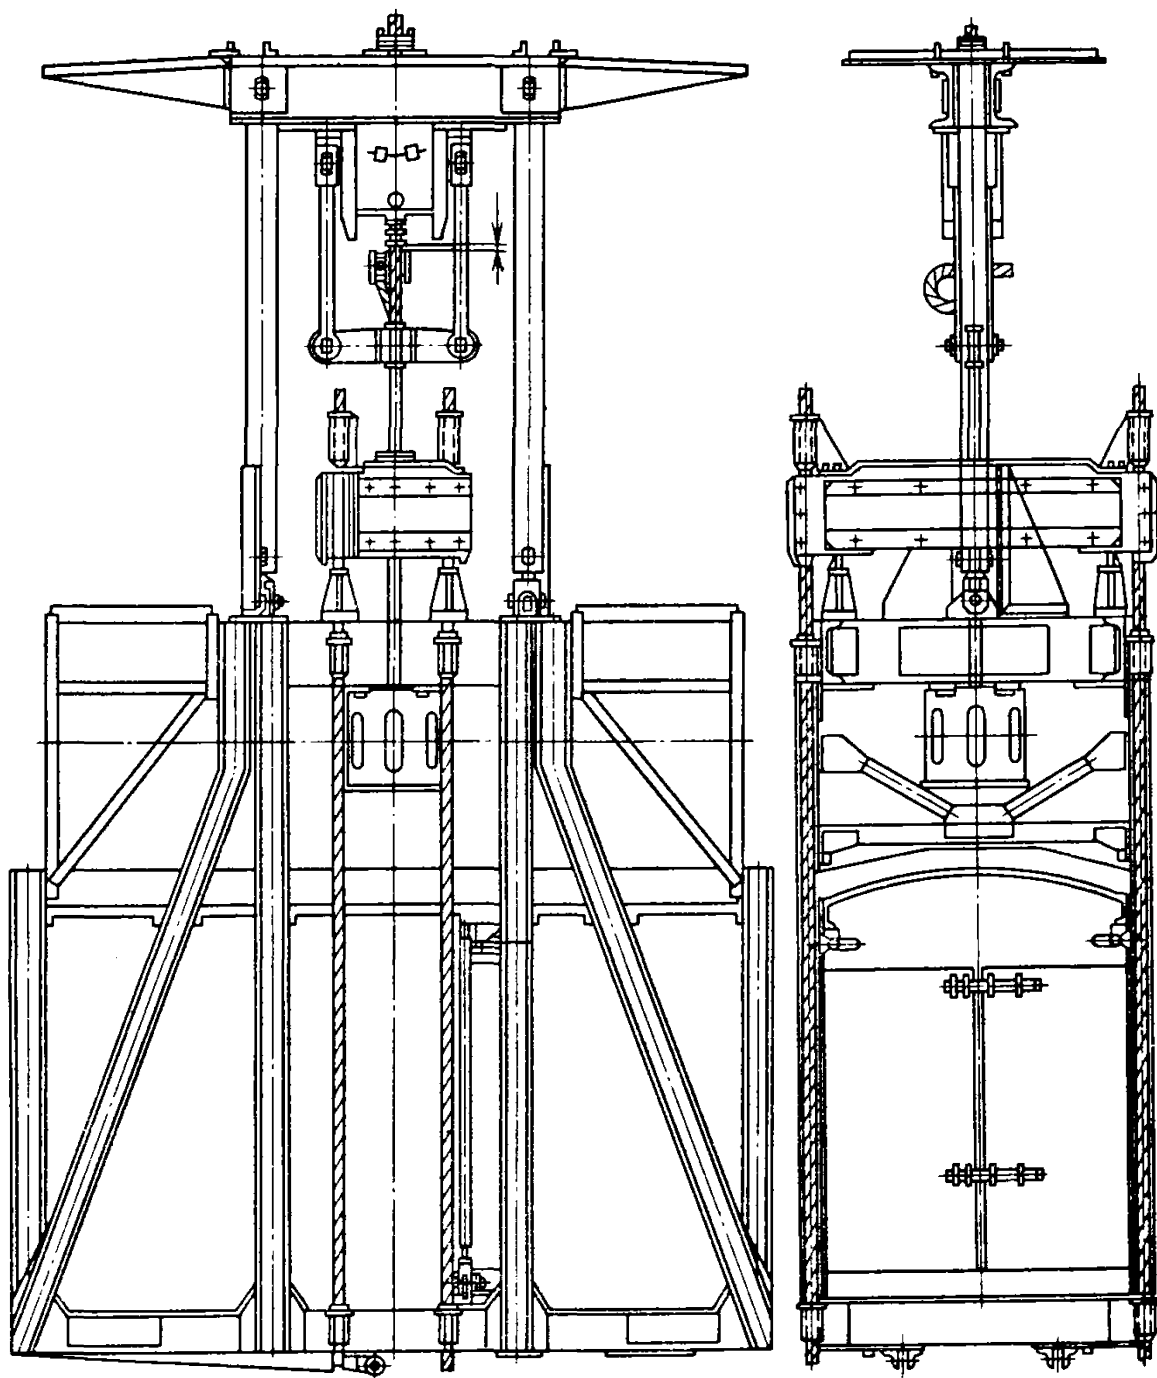

Рис. 54. Установка ловителя на клетѣ
11.3.8.4. Ремонт ловителя парашюта и испытание парашютной установки (рис. 54)